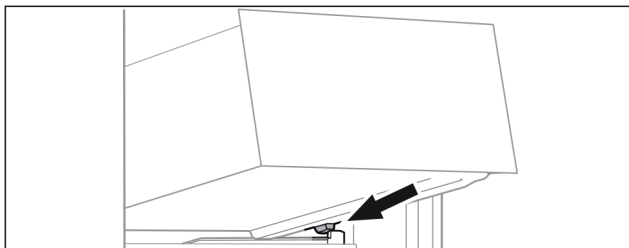

Fig. 85
- ▶ Nasadíte zásuvku šikmo za zarážkami na rebro nádoby. (pozri Fig. 85)